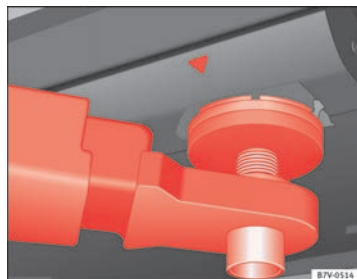
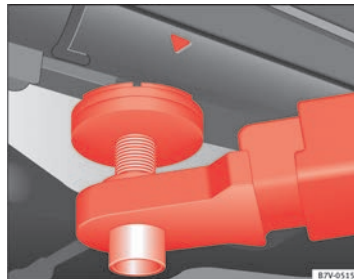

Fig. 162 Puntos de apoyo delanteros para elevar el vehículo con la plataforma elevadora o con el gato.
Fig. 163 Puntos de apoyo traseros para elevar el vehículo con la plataforma elevadora o con el gato.
Para levantar el vehículo deberá servirse únicamente de los puntos indicados en las figuras ⇒ fig. 162 y ⇒ fig. 163. Si no se eleva el vehículo por los puntos indicados, éste podría sufrir desperfectos ⇒ ⚠ y causar lesiones graves ⇒ ⚠.
- Elevar el vehículo sirviéndose únicamente de los puntos indicados en las figuras ⇒ fig. 162 y ⇒ fig. 163. Si no se eleva el vehículo por los puntos indicados, podría caerse de la plataforma elevadora al desmontar, por ejemplo, el motor o la caja de cambios.